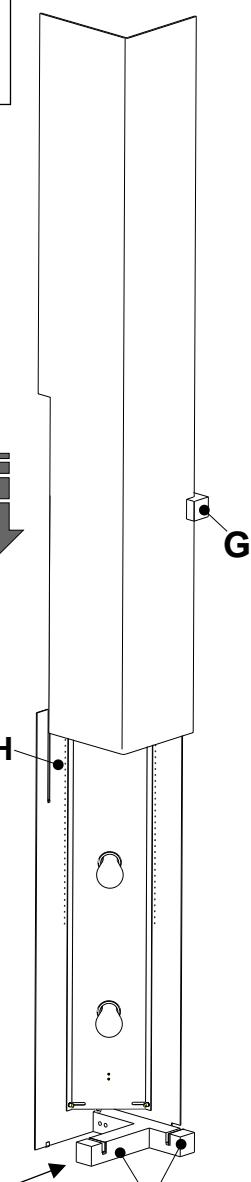

FIG. 2
3. **Fig. 1 e 2 - ATTENZIONE:** Dato il peso del diffusore è necessario eseguire l'installazione con molta cautela per non provocare manovre errate o forzature che potrebbero causarne la rottura. Infilare dall'alto il diffusore, come illustrato in **Fig.1**, inserendolo dapprima nella feritoia del blocchetto laterale "G" **Fig.3** e quindi, con molta cura, all'interno della fenditura "H" e successivamente all'interno delle fessure "I" poste sulla base. **Fig.2**
3. **Fig. 1 e 2 - Warning :** Due to the weight of the diffuser, it is necessary to make the installation on a very careful way in order to avoid wrong handling that could scratch the glass. Guide the glass, as shown, from the top, at first inside the opening of the side block "G" **Fig.3** and then , with great care, inside the left opening "H" and inside the bottom seats "I" of the base **Fig.2**.
3. **Fig. 1 et 2. ATTENTION:** Vu le poids du diffuseur, il est nécessaire d'effectuer l'installation avec beaucoup de circonspection pour ne pas provoquer des manœuvres erronées ou des forçements qui pourraient causer la rupture. Infiler le verre d'en haut , comme montré dans la **Fig. 1**, en l'insérant tout d'abord dans la fente du morceau latéral "G" **Fig. 3** et, ensuite, avec beaucoup de soin, dans la fente "H" et puis encore dans les fentes "I" placées sur la base. **Fig. 2**.
3. **Fig. 1 y 2 - ATENCION:** Considerando el peso del difusor es necesario ejecutar la instalación con mucha cautela para no provocar maniobras erradas o forzamientos que podrían causar su rotura. Meta del alto el vidrio, como ilustrado en **Fig. 1**, insertándolo en un primer momento en la tronera del bloque lateral "G" **Fig. 3** y después, con mucho cuidado, dentro de las hendiduras "H" y sucesivamente dentro de las hendiduras "I" puestas en la base. **Fig. 2**.